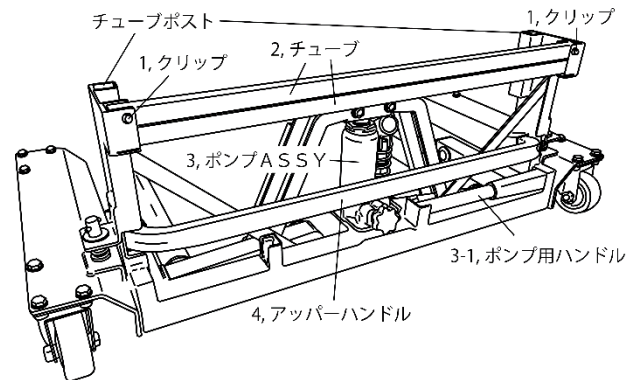

図 1
- ① 1, クリップを押しながら2, チューブ×2本を本体から取外してください。取外した2, チューブ×2本を、本体のチューブポストへ穴と1, クリップの位置を合わせて差し込んで確実に取付してください（図1、2参照）。
- ② 4, アッパーハンドルを本体から引き抜き、①で取付した2, チューブ×2本へ穴と1, クリップの位置を合わせて差し込んで確実に取付してください（図1、3参照）。
- ③ 3-1, ポンプ用ハンドルを本体から取り外し、3, ポンプASSYに差し込んでください（図1、4参照）。